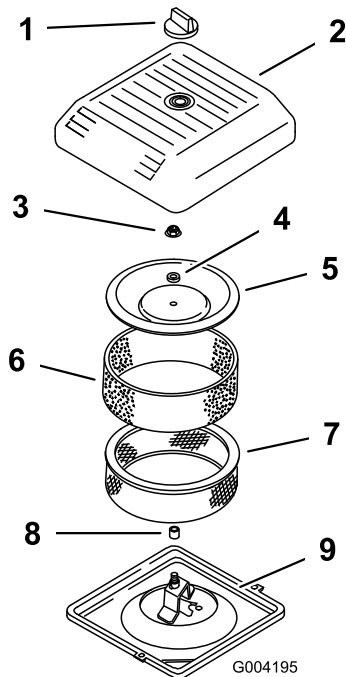

Figure 13
2. Dévissez le bouton et déposez le couvercle du filtre à air (Figure 13).
3. Glissez délicatement le préfiltre en mousse hors de l'élément en papier (Figure 13).
4. Dévissez l'écrou du couvercle et enlevez le couvercle, l'entretoise et l'élément en papier (Figure 13).
2. Posez le filtre à air sur sa base (Figure 13).
3. Montez le couvercle, l'entretoise et fixez-le avec l'écrou (Figure 13). Serrez l'écrou à 10,7 Nm.
4. Remettez le couvercle du filtre à air et fixez-le à l'aide du bouton (Figure 13).